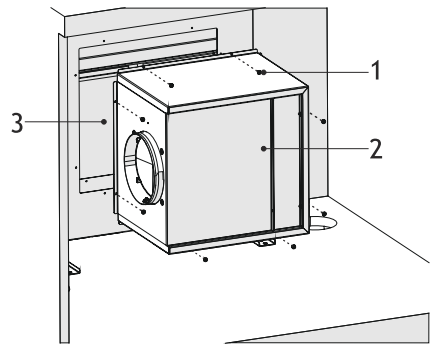

Fig. 18
8. ▶ ■ Montera motorkabinettet på fläkten med 8 x 3,5x6,5 skruvar (Fig. 18).